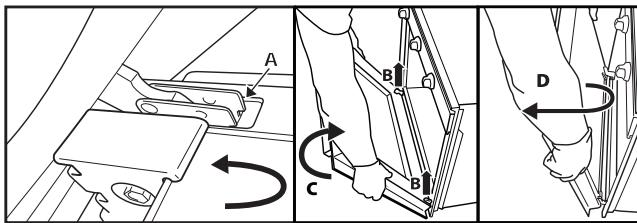

Рис. 2
3. Закрійте дверцята до кінця (A), підніміть їх (B) і поверніть (C), поки вони не вивільняться (D) (Рис. 2).